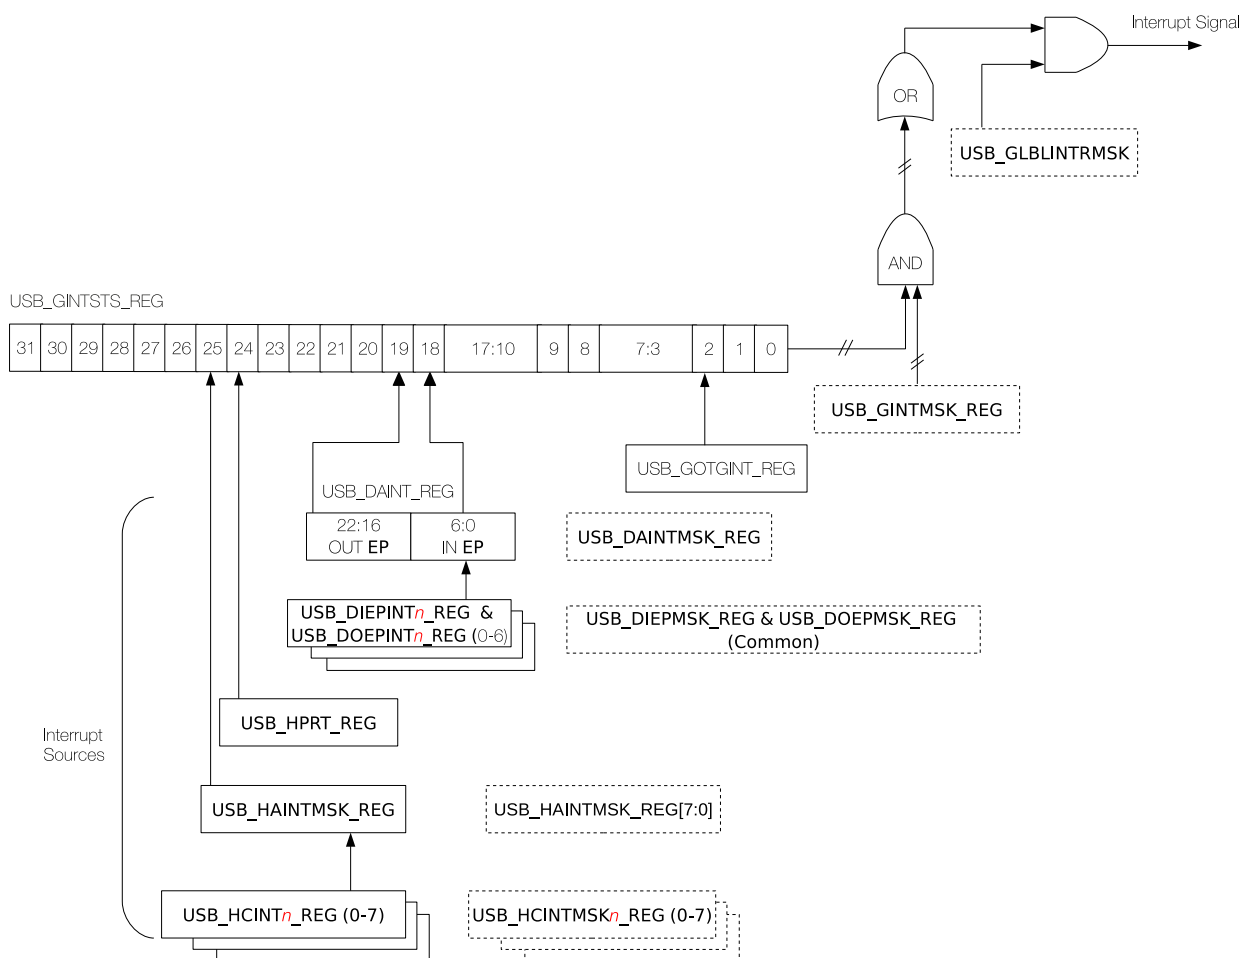

图 32.3-5. OTG_FS 中断层次结构图
OTG_FS 有一条中断线，可以通过中断矩阵连接到一个 CPU。可以通过置位 USB_GLBLINTRMSK 来显示中断信号。OTG_FS 中断是 USB_GINTSTS_REG 寄存器中所有位的或 (OR)，且置位 USB_GINTMSK_REG 寄存器中的相应位可以使能 USB_GINTSTS_REG 中的位。USB_GINTSTS_REG 包含系统级中断，还包含主机或设备模式专用的中断位以及 OTG 有关中断。OTG_FS 中断源的层次结构如图 32.3-5 所示。